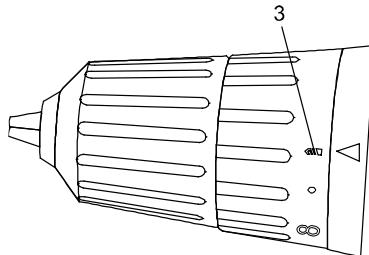

Рис. 3
- Сверление обозначено значком (3)  на вращающемся кольце (Рис. 3).